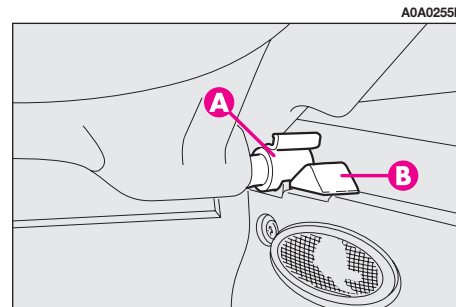

fig. 19
- liberare i perni (**A-fig. 19**) posti all'esterno del ripiano dalle relative sedi (**B**) ricavate nei supporti laterali, quindi rimuovere il ripiano verso l'esterno.